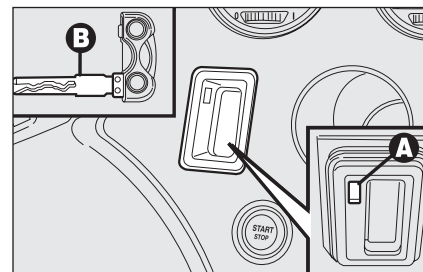

fig. 1
- ☐ inserire l’inserto metallico **B-fig. 1** della chiave elettronica nella fessura **A**;
**AVVERTENZA** Non introdurre nella fessura **A-fig.1** oggetti diversi dall’inserto metallico **B** della chiave elettronica.